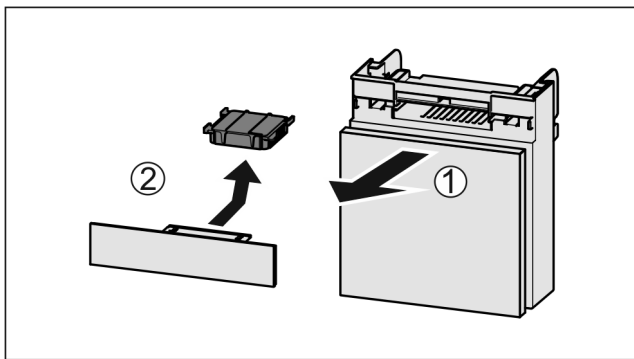

Fig. 164
- Fach nach vorne herausziehen Fig. 164 (1).
- Aktivkohlefilter entnehmen Fig. 164 (2).